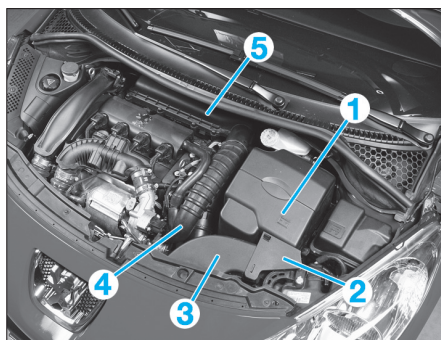

Fig. 74
- Déposer le carter de protection batterie (Fig.74).